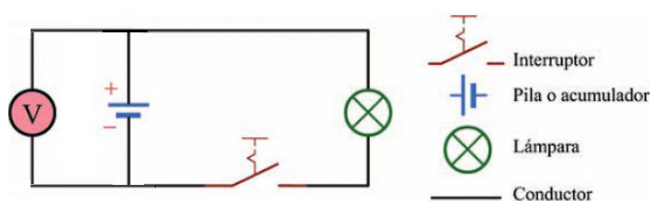

Figura 3. Fuente de tensión (voltaje) en un circuito eléctrico.
Para generar una corriente es necesario que aparezca una fuerza capaz de mover los electrones libres del circuito, que se denomina FEM (fuerza electromotriz — fuente), ver figura 3. Esta genera una tensión eléctrica o diferencia de potencial (también denominada voltaje V), que es una magnitud física que cuantifica la diferencia de potencial eléctrico entre dos puntos. Su unidad de medida es el voltio (V).